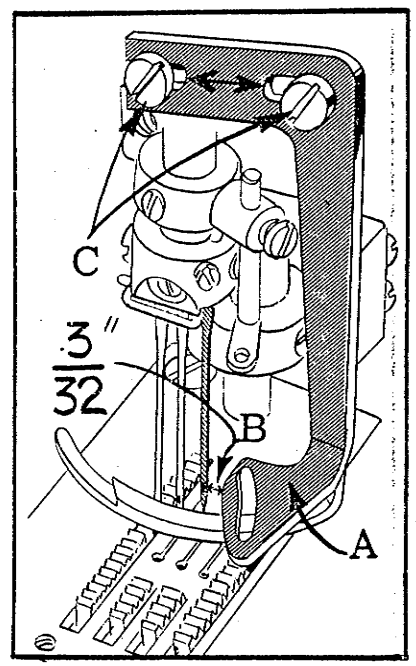

Fig. 40
Fig. 40 El guía-hilo fijo del recubridor (A) deberá estar separado de la aguja derecha aproximadamente  $3/32$ " (2.38 mm.) en el punto (B). El ajuste se realiza aflojando los tornillos (C) y moviendo el guía según sea necesario. Apriete de nuevo firmemente los tornillos después del ajuste.